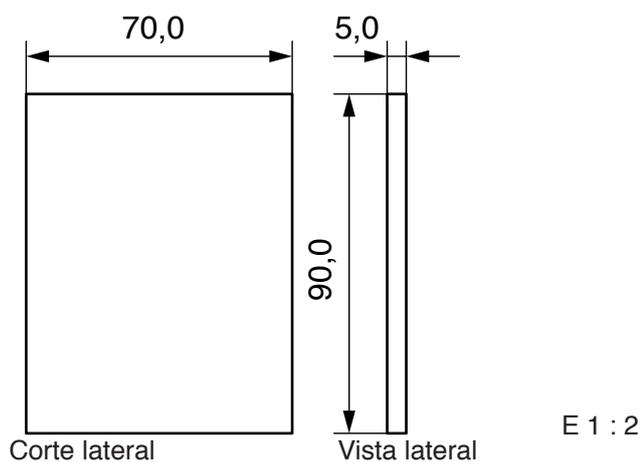

Fig.: 5
3.1.6 - Serrar la pieza de madera (2) de 5 x 70 x 250 mm. para obtener dos piezas idénticas de 5 x 70 x 90 mm. como se indica en la fig. 5